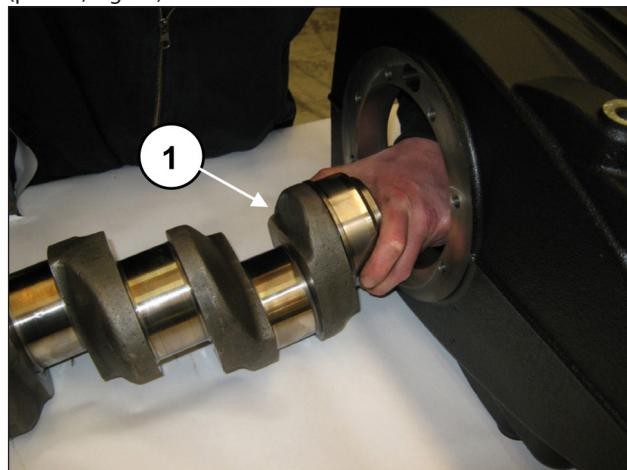
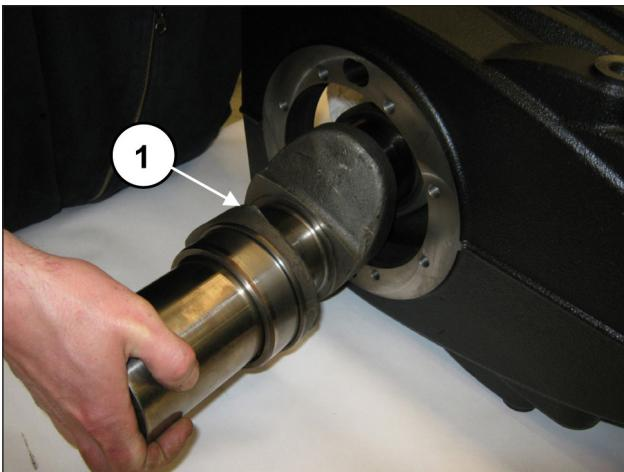

Fig. 49
Fig. 50
Insira o eixo do lado PTO, prestando atenção para não bater os eixos das bielas montadas anteriormente (pos. ①, Fig. 49) e (pos. ①, Fig. 50).